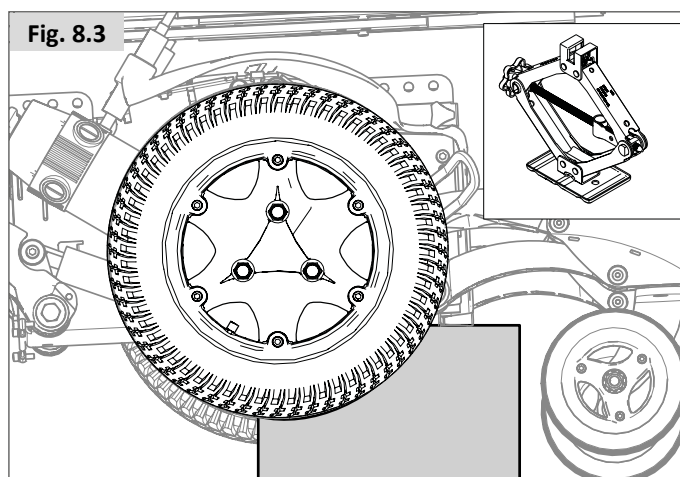

Fig. 8.4
- Fjern ventilhætten, og luk luften ud af dækket ved forsigtigt at trykke på ventilen med en lille skruetrækker (Fig. 8.4).